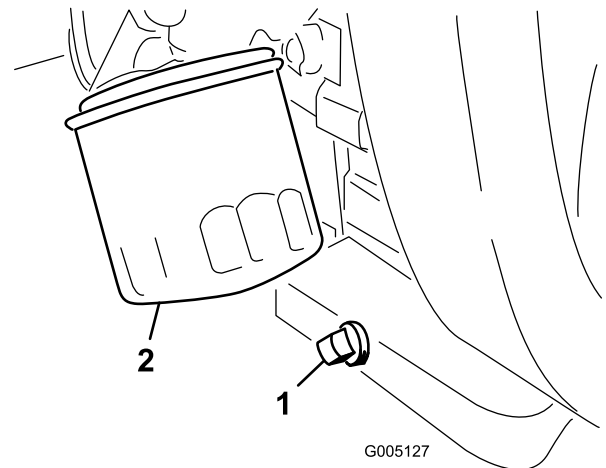

Figura 45
1. Togliete il tappo di spurgo (Figura 45) e lasciate defluire l'olio in una bacinella. Quando l'olio cessa di defluire, rimontate il tappo.
2. Togliete il filtro dell'olio (Figura 45). Spalmate un leggero strato di olio pulito sulla nuova guarnizione del filtro.